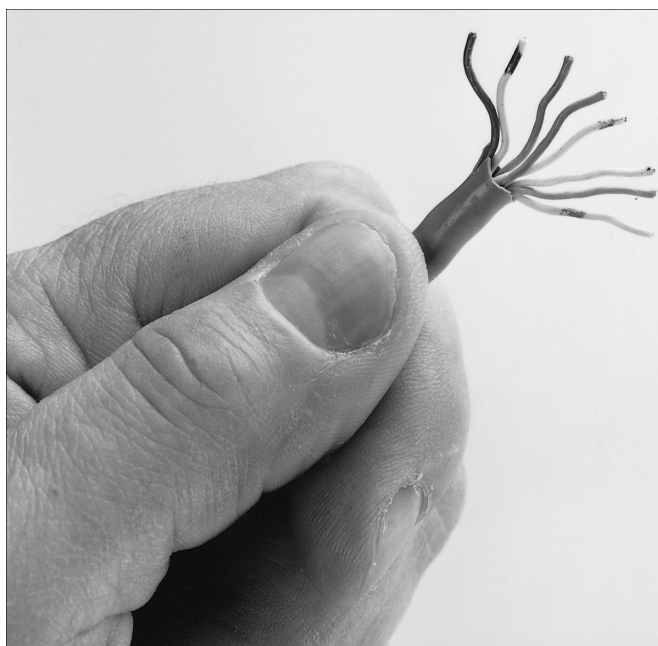

Рис. 20.19. Прежде чем помещать пары проводов в разъем RJ-45, расположите их в соответствии с выбранным стандартом (например, EIA)
6. Расположите провода в соответствии со стандартом EIA 568B (рис. 20.19).